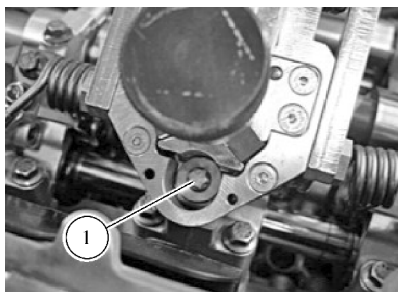

图 14-16 松开螺栓
6) 松开螺栓 1，如图 14-16 所示。
21) 对准节气门复位弹簧中心装入螺栓 1 并拧紧, 如图 14-16 所示。